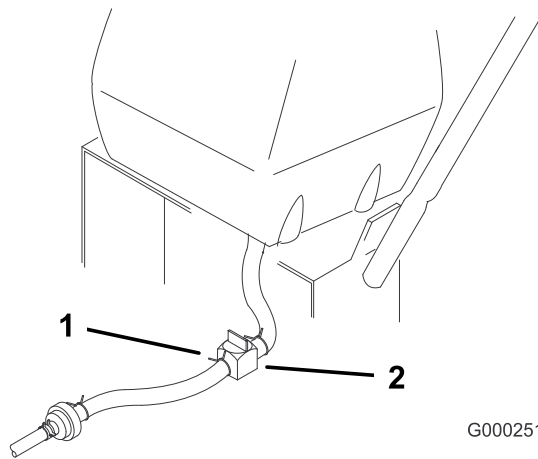

Bild 31
3. Schließen Sie den Kraftstoffhahn am Kraftstofftank (Bild 31).
4. Drücken Sie die Enden der Schlauchklemme zusammen und schieben Sie sie an der Kraftstoffleitung entlang, vom Kraftstofffilter weg (Bild 31).
5. Ziehen Sie die Kraftstoffleitung vom Kraftstofffilter (Bild 31).
7. Öffnen Sie den Kraftstoffhahn am Kraftstofftank (Bild 31).